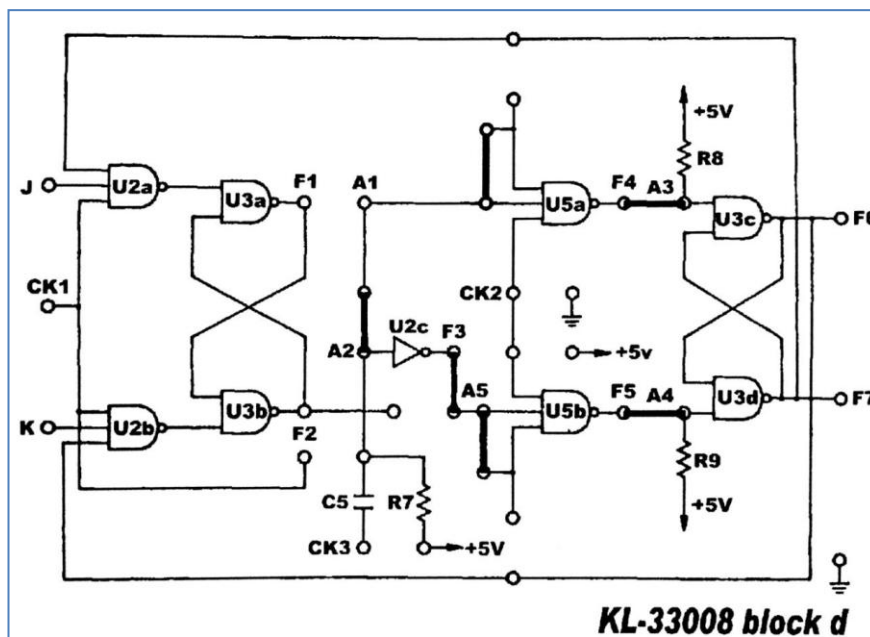

Figure 4.5b : Montage de la Bascule D.
- b. Utiliser le module KL 33008 pour réaliser le circuit en question, compléter les connexions en utilisant le **block d**. Ensuite Insérer des cavaliers et des fils conformément à la figure 4.5b.